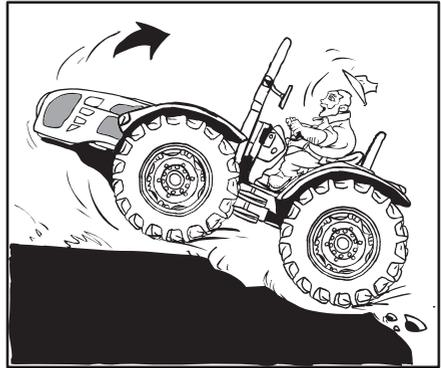

Fig. 2.17
- Si le tracteur se retrouve embourbé ou bloqué sur le terrain, n'essayez pas d'en sortir en conduisant vers l'avant. Le tracteur peut tourner autour des roues arrières et se retourner (Fig. 2.17). Soulevez ou enlevez les outils qui sont en place et essayez de FAIRE MARCHE ARRIERE. Si cela n'est pas possible, faites-vous remorquer par un autre véhicule.